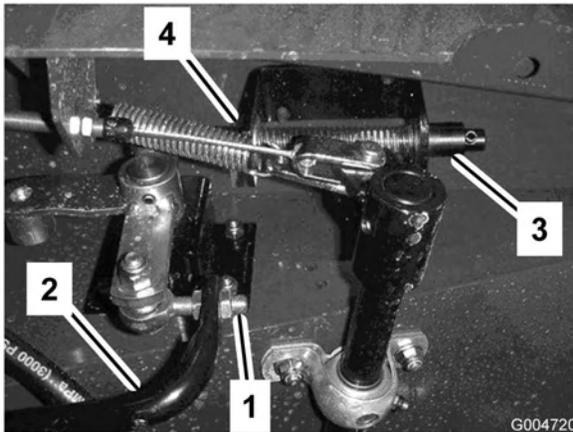

Bild 69
3. Lockern Sie die Klemmmuttern am Stangenende und stellen die Länge der Fahrpedalstange (Bild 69) so ein, dass das Pedal den Anschlag kurz vor dem Zeitpunkt erreicht, zu dem der Pumpenhebel seinen vollen Ausschlag erreicht. Ziehen Sie dann die Klemmmuttern fest.
3. Füllen Sie den Tank (Bild 69) mit ungefähr 30 l Hydrauliköl, siehe „Prüfen der Hydraulikflüssigkeit“.